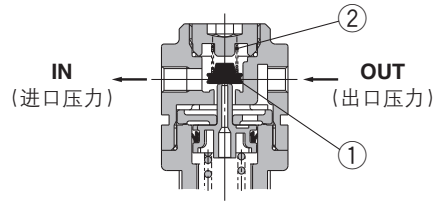

图 2
如果入口压力隔断后排气，作用于阀①的压力消失。阀芯①只受弹簧②的力量。在出口压力作用下阀①打开，出口压力向入口侧排放(图2)。